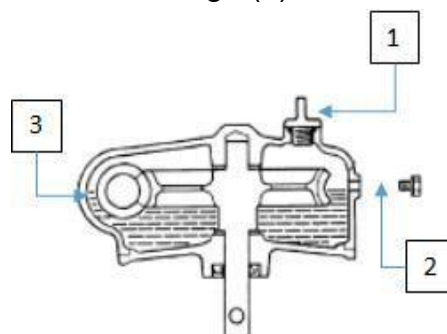

Fig.13
6.5. Boîte de vitesses (Fig.13)